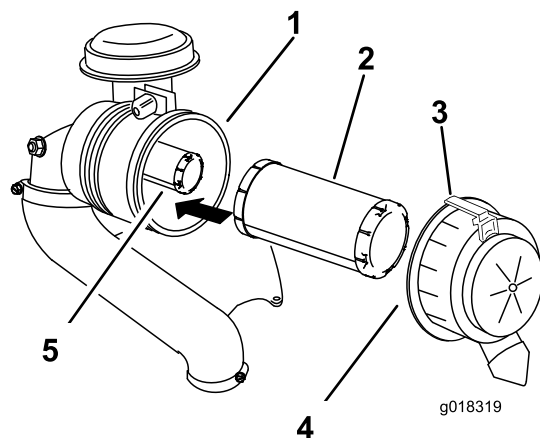

Bild 45
2. Ziehen Sie den Riegel nach außen und drehen Sie die Luftfilterabdeckung nach links (Bild 45).
3. Entfernen Sie die Luftfilterabdeckung vom Luftfiltergehäuse (Bild 45).
5. Schieben Sie den Hauptfilter vorsichtig aus dem Luftfiltergehäuse heraus (Bild 45).
2. Wenn Sie den Sicherheitsluftfilter austauschen, schieben Sie ihn vorsichtig in das Filtergehäuse ein (Bild 45).
3. Schieben Sie den Hauptluftfilter vorsichtig auf den Sicherheitsluftfilter (Bild 45).
5. Bringen Sie die Luftfilterabdeckung so an, dass die Seite mit **Up** nach oben zeigt, und rasten Sie den Riegel ein (Bild 45).